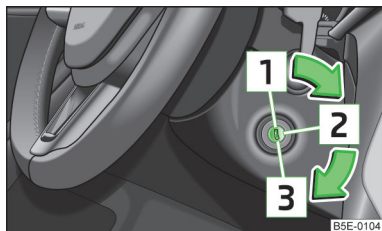

Fig. 90
- Durante la marcha con el motor parado, la llave de encendido ha de estar siempre en la posición 2 » fig. 90 de la página 98 (encendido conectado). Esta posición se indica encendiéndose los testigos de control. Si no es así, podría producirse inesperadamente el bloqueo de la dirección - ¡Peligro de accidente!
- El motor de arranque sólo se deberá accionar (posición de la llave de contacto 3 » fig. 90 de la página 98) si el motor del vehículo está parado. Si se acciona el motor de arranque con el motor en marcha, puede resultar dañado el motor de arranque o el motor del vehículo.
Motores de gasolina » fig. 90
Motores Diésel » fig. 90
Si la **dirección está bloqueada** y no se puede girar la llave de contacto la posición » fig. 90 o resulta muy difícil, se debe ligeramente el volante hacia los lados para liberar el bloqueo de la dirección.
- » Conectar el encendido » fig. 90 de la página 98.
Parar el motor girando la llave de contacto a la posición » fig. 90 de la página 98.